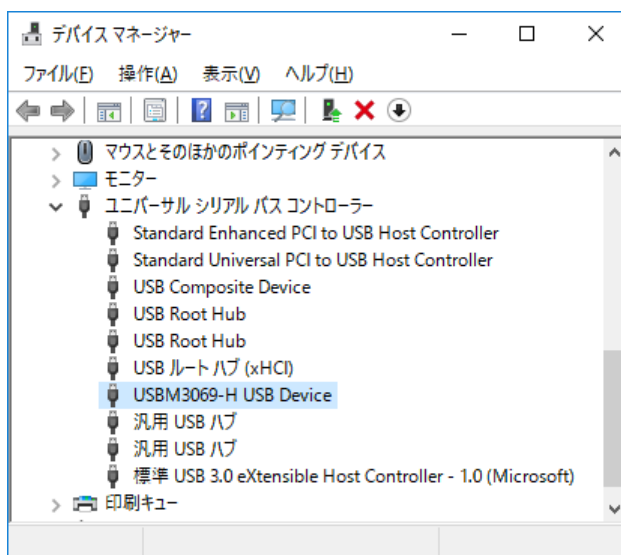

図 18 Windows 10 のドライバインストール確認
- ⑤ デバイスを USB ケーブルでパソコンに接続します。図 18 のように「デバイス マネージャ」の画面に「USBM3069-H USB Device」と表示されれば、ドライバが正しくインストールされています。